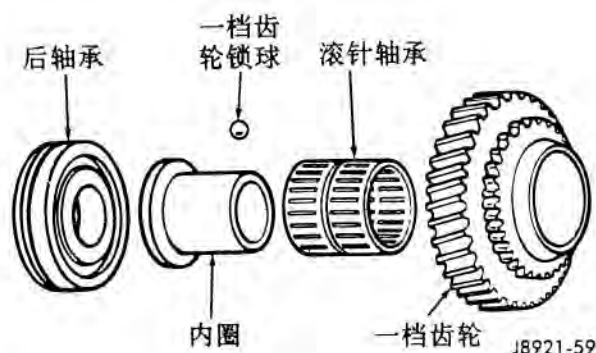

图 59 一档齿轮总成
和轴承内座圈 (图 59)。然后把总成安装到输出轴上。
(13) 把后轴承压到轴上 (图 59)。轴承上的卡环槽要朝后面。在安装过程中, 用改锥顶住轴承内座圈 (图 60)。
(14) 把轴承卡环安装到后轴承上。